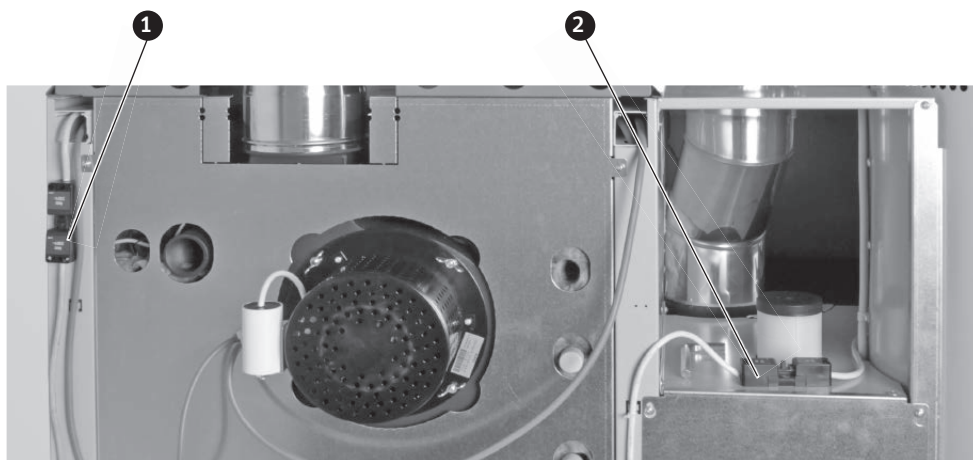

Fig. 181 Staccare entrambe le spine di rete
- Scollegare la spina di rete di entrambe le caldaie prima di aprire il quadro di comando per effettuare lavori di assistenza o riparazione – Fig. 181.